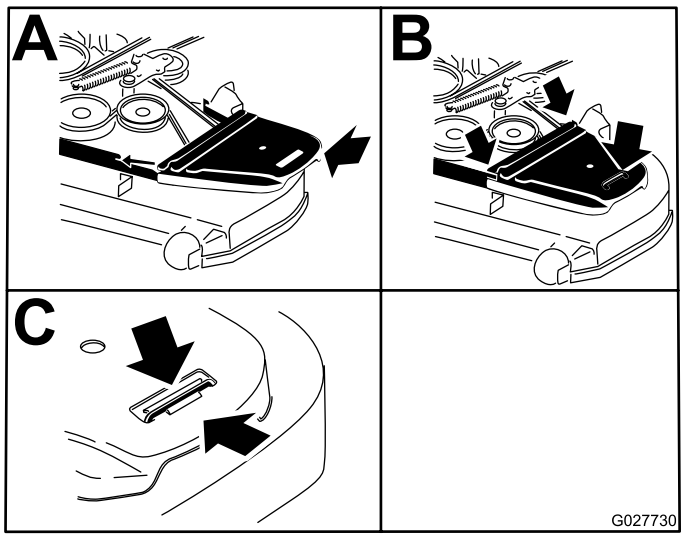

Figura 92
11. Montate i copricinghia (Figura 92).